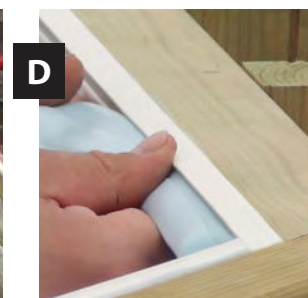

Fig. 19 / Abb. 19 / Afb. 19
**D** Insérez le profil d'accrochage du liner dans la bague (figure 19).
**D** Setzen Sie das Ankopplungsprofil des Liners in die Leiste ein (Abb. 19).